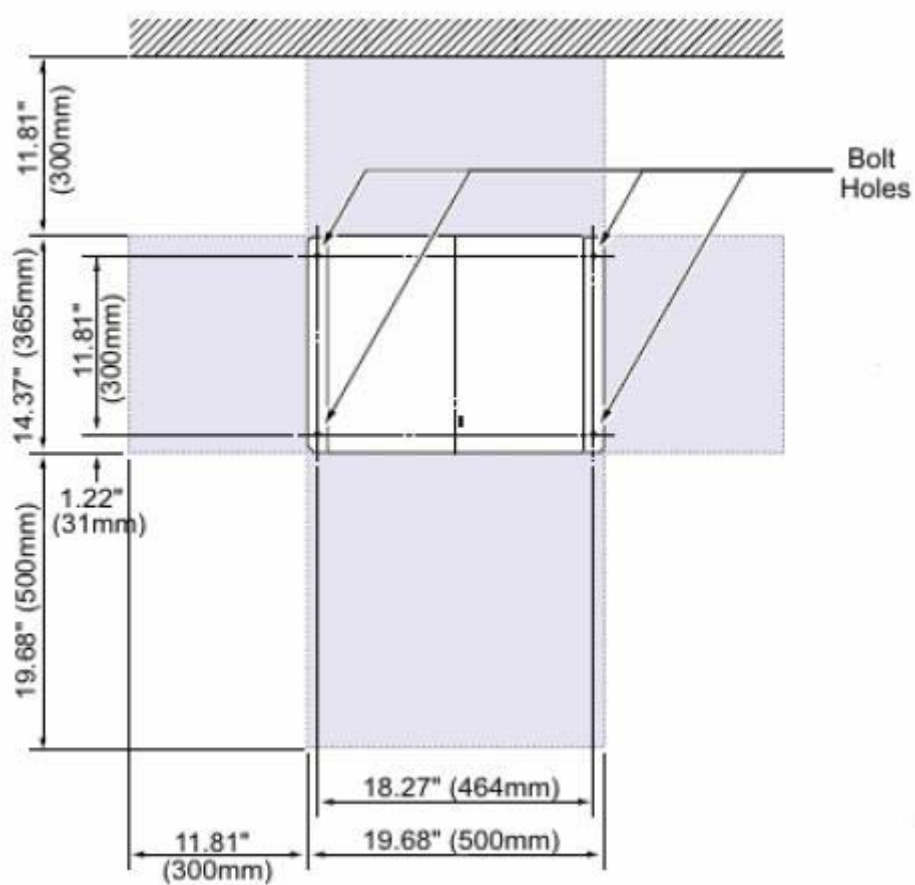

图 3-10 落地安装的空间
1. 在打固定孔之前，使用“图 3-10”预留出需要的空间面积。